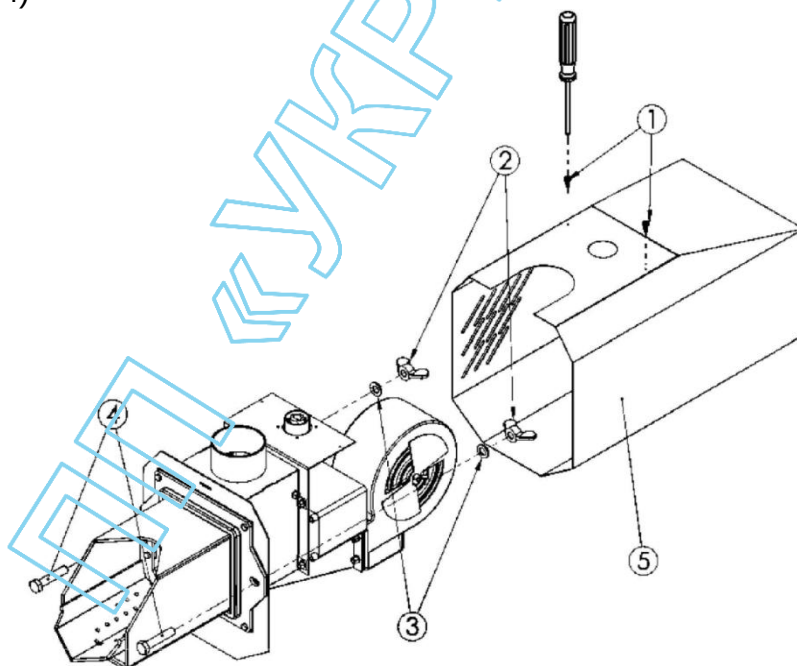
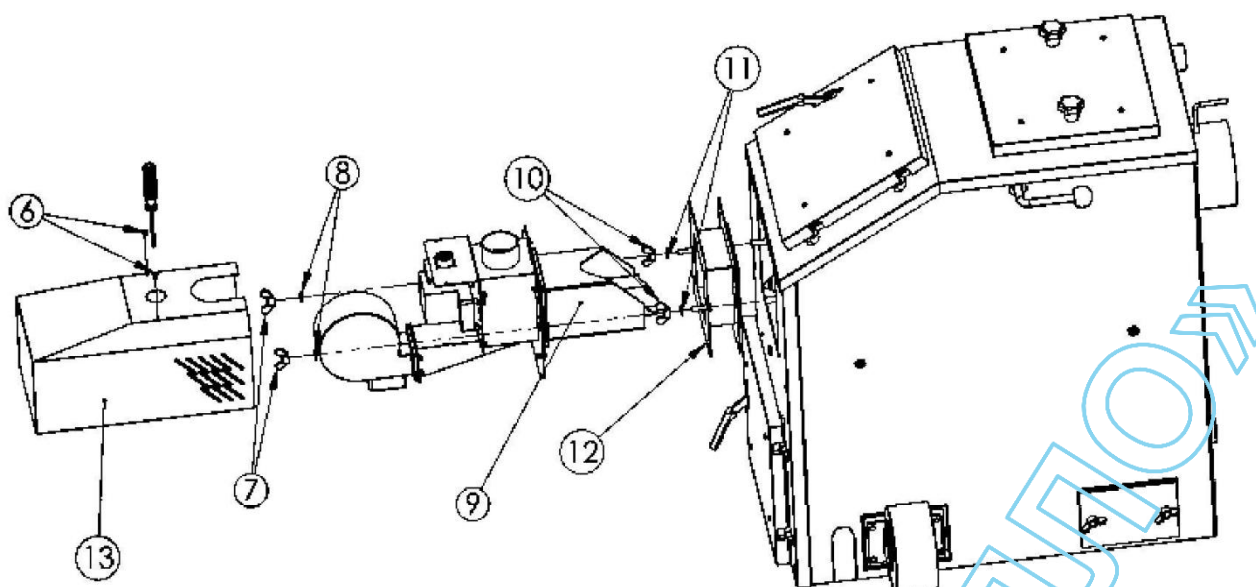
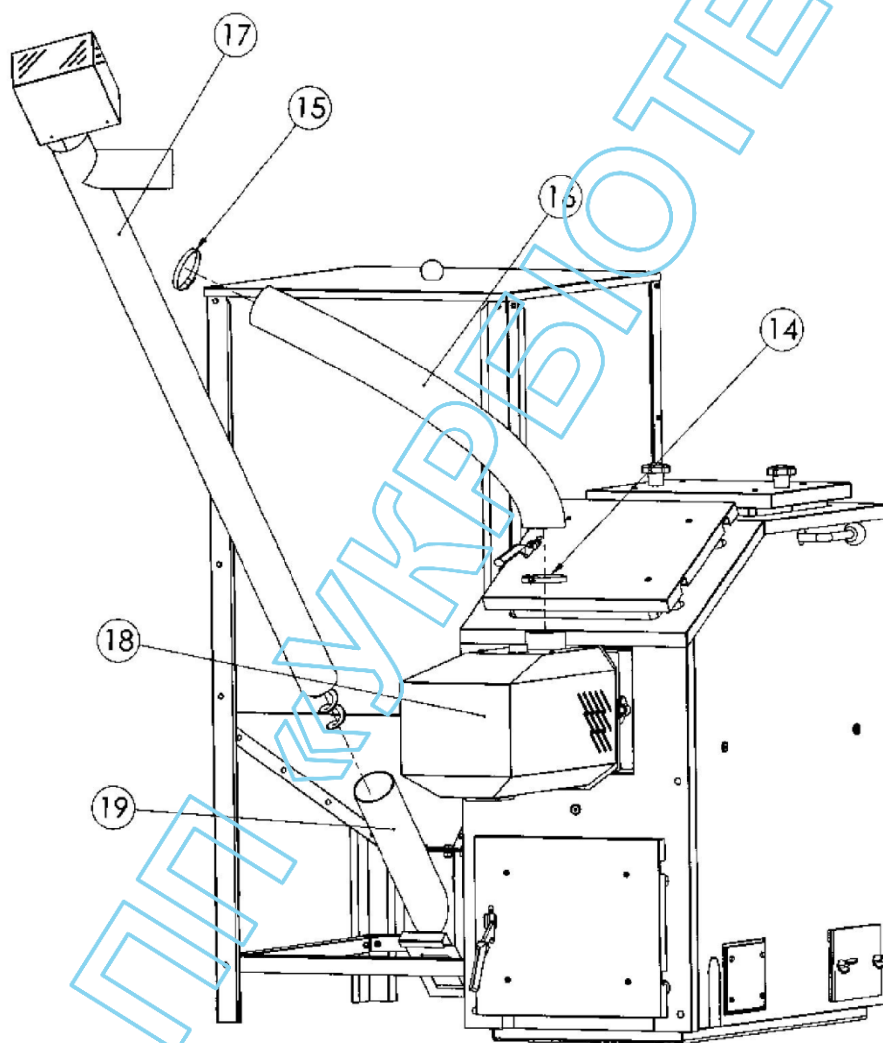

Рис.12. Демонтаж корпусу пальника Platinum Bio
Рис.13. Монтаж корпусу пальника Platinum Bio
Рис.14. Монтаж бункера
1. Оновити гвинти (1), що фіксують корпус пальника (рис.12)
2. Зняти корпус пальника (5), відкрутити два барашка (2) і вийняти два гвинти (4) з двома підкладками (3)
3. Встановити пальник (9) в адаптер (12), прикручуючи його двома барашками (10) з підкладками (11) (рис.13). Адаптер (12) з пальника (9) прикріпити в котлі двома барашками (7) з підкладками (8.)
4. Встановити корпус пальника (13) фіксуючи його гвинтами (6)
5. Помістити трубу подачі (17) у фіксуючу трубу (19) (рис.14)
6. Встановити еластичний шланг (16) на трубу подачі (17) і захистити затисною пов'язкою (15)
7. Встановити еластичний шланг (16) на трубу пальника (18) і захистити затисною пов'язкою (14)